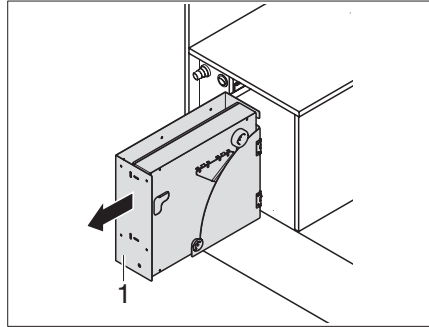

Fig. 74 Retirar la estructura extraíble de la cocina de gas
- ▶ Tirar hacia fuera la extracción de la cocina de gas (Fig. 74,1) hasta que encaje el bloqueo.